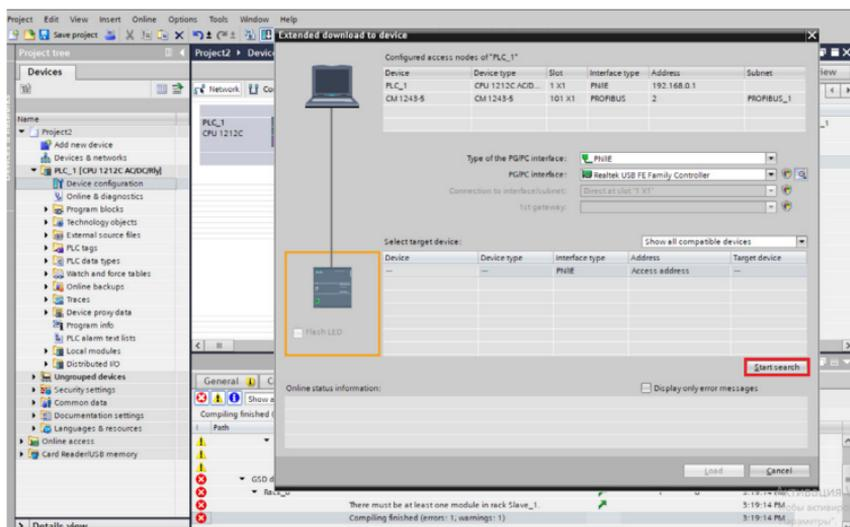

Рисунок 4.15 – Окно загрузки в ПЛК
10) Вернитесь в рабочее поле «Network view» и при помощи курсора мыши соедините «PLC\_1» и «Slave\_1», как показано на рисунке 4.14. После чего нажмите кнопку «Compile» на панели инструментов, после этого - «Download to device», откроется новое окно (рисунок 4.15). В этом же окне нажать кнопку «Start search» для соединения между ПК и ПЛК.